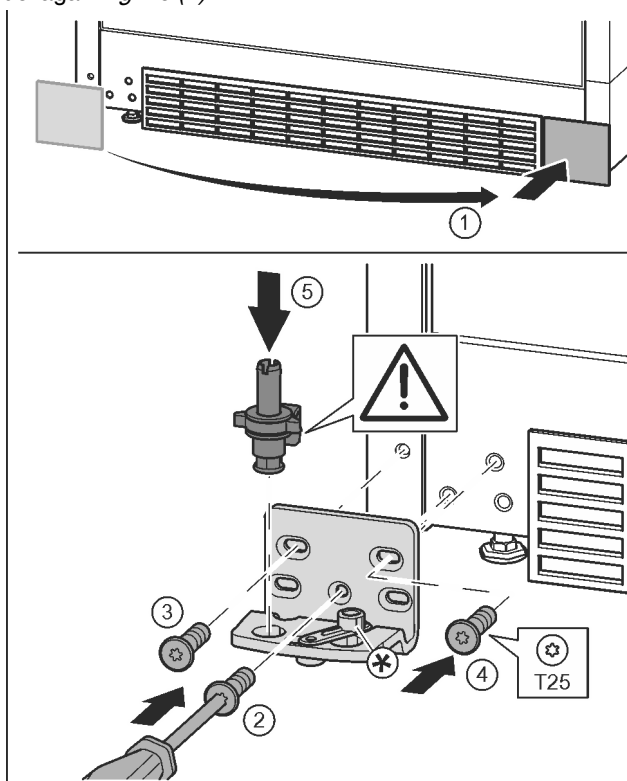

Fig. 17
- ▶ Detașați capacul și montați-l pe partea opusă. Fig. 17 (1)
- ▶ Aplicați suportul de lagăr pe partea opusă și înșurubați-l cu ajutorul unei șurubelnițe T25. Începeți cu șurubul 2 de jos din centru. Fig. 17 (2)
- ▶ Înșurubați ferm șurubul 3 și 4. Fig. 17 (3, 4)
- ▶ Introduceți complet boltul de lagăr. Aveți grijă aici ca respectiva camă de cuplare să fie îndreptată către înapoi. Fig. 17 (5)